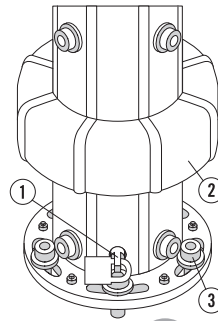

Fig. 10
- Togliere il bullone di unione (1) e spingere verso l'alto la calotta di copertura (2) (Fig. 10).
- Tenere fermo l'ombrellone in posizione verticale e togliere le viti di ancoraggio (3).